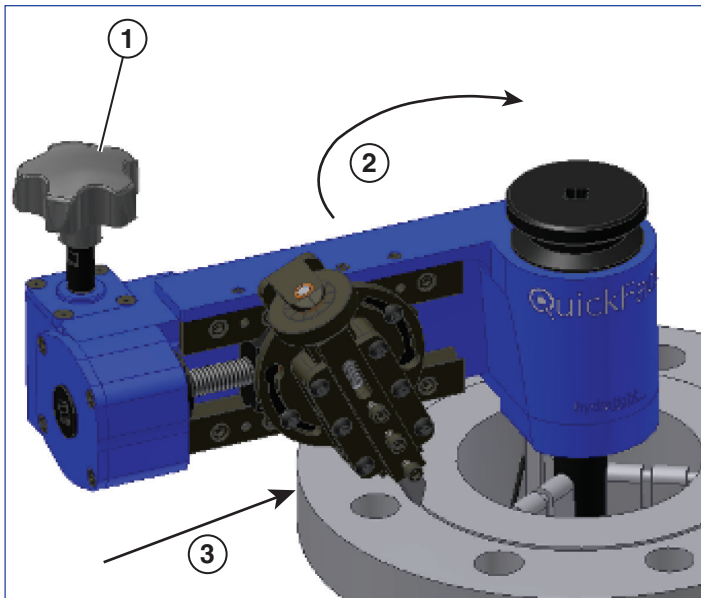

Figura 14
7. Agarre la maneta de carga con firmeza en la palma de la mano. Sin dejar de agarrarla con firmeza, tire de la QuickFace alrededor de la pieza de trabajo en sentido horario (véase Figura 14). Asegúrese de que no haya ropa suelta u otros obstáculos en el recorrido de corte o en los parámetros de operación de la QuickFace. Si el corte requiere más par del deseado, retraiga la punta de marcaje fuera del corte con la maneta de ajuste de profundidad. **SI NO SE PUEDE TIRAR DE LA MÁQUINA ALREDEDOR DE LA PIEZA DE TRABAJO, DETENGA LA OPERACIÓN Y REAJUSTE LA PROFUNDIDAD DE CORTE.**